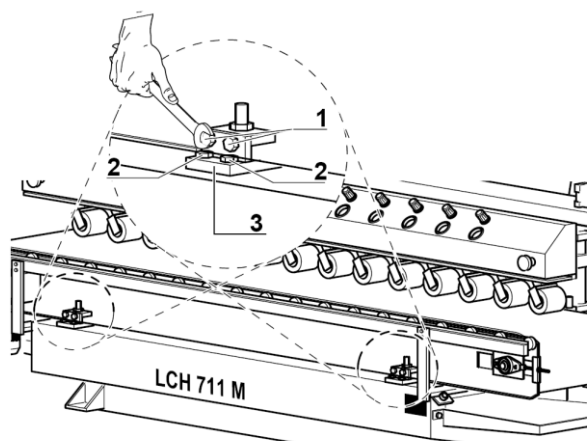

Fig. 45
2. Dévisser les vis qui fixent l'équerre de support (Fig. 45/1-2).
3. Déboîter les deux équerres de support (Fig. 45/3).
8. Introduire les deux équerres de support (Fig. 45/3).